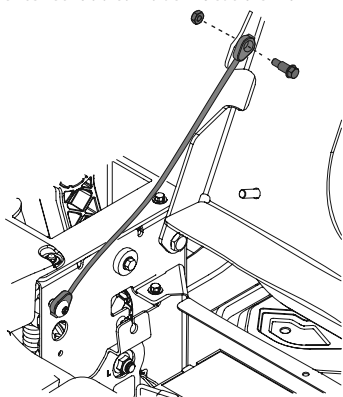

Figura 18
3. Instale el extremo separado del cable de sujeción del asiento en la bandeja del asiento con el hardware previamente retirado como se muestra en la Figura 18: